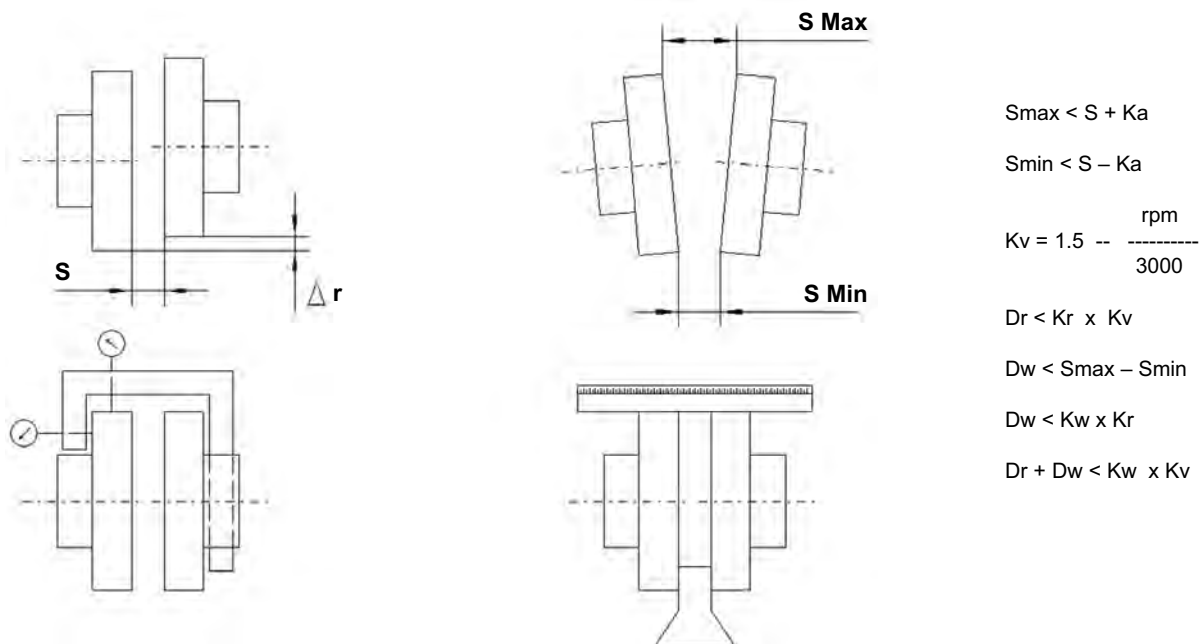

Fig.7
- Controllare l'allineamento mediante comparatori o spessimetri a righello come indicato in Fig. 7
- Check the alignment by using comparators or gauges with scales as shown in Fig. 7
- Contrôler l'alignement à l'aide de comparateurs ou de règles, comme indiqué sur la Fig. 7
- Wie in der Abb. 7 gezeigt, mittels Komparatoren oder Dickenmesser die Ausrichtung der Wellen nachprüfen.
- Controlar la alineación mediante comparadores o calibradores con escalas como se indica en la Fig. 7